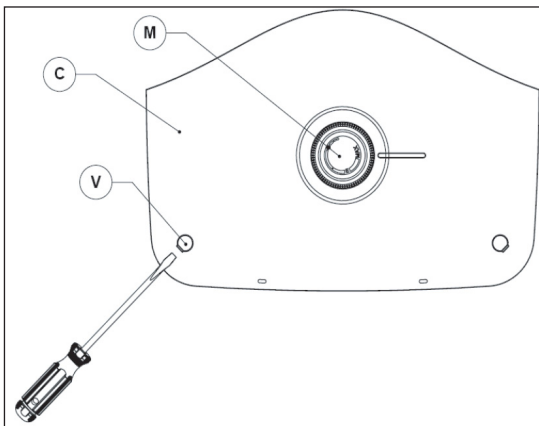

Figure 26 - Détail du thermostat et du capot du chauffe-eau
- Soulever la plaque de recouvrement de la molette ronde (Figure 26, M) à l'aide d'un petit tournevis à tête plate.
- Soulever les cache-vis (Figure 26, V) à l'aide d'un petit tournevis à tête plate.
- Il est maintenant possible de retirer le couvercle (Figure 26, C) en le tirant sur le bord gauche. Lors du remontage, procéder dans l'ordre inverse, en prenant soin d'insérer la languette du capot dans la fente.